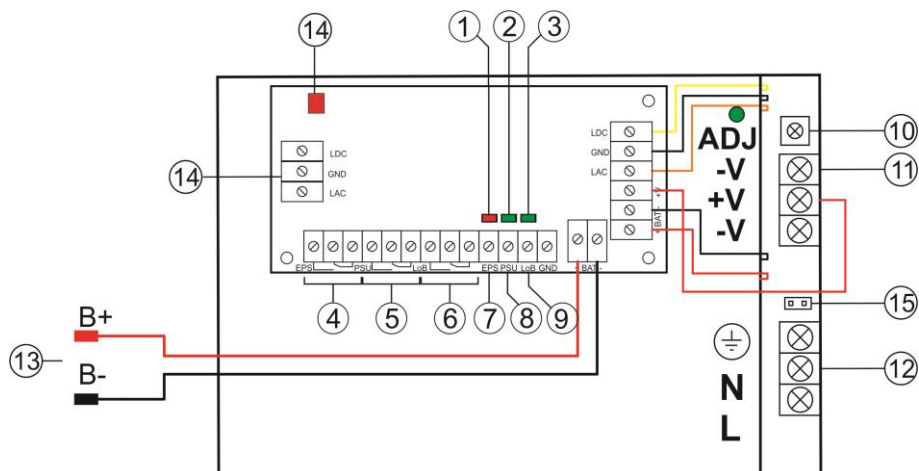

Abb. 2. Ansicht des Netzteils.
Tabelle 1. Elemente des Netzteils (siehe Abbildung 2).
- rote LED (Abbildung 2, Element 1): Bei normalem Zustand (Stromversorgung AC liegt an) leuchtet diese Diode durchgehend. Ein Stromausfall wird durch das Erlöschen der Diode angezeigt.
- grüne LED (Abbildung 2, Element 2): Signalisiert den Zustand der Gleichstromspannung am Hauptausgang des Netzteils. Bei normalem Zustand leuchtet die Diode durchgehend, bei Kurzschluss oder Überlastung des Ausganges erlischt die Diode.
- grüne LED (Abbildung 2, Element 3): Signalisiert das Niveau der Batteriespannung. Bei normalem Zustand ($U_{BAT} > 11,5V$) leuchtet die Diode durchgehend, bei Absenkung der Batteriespannung ($U_{BAT} < 11,5V$) erlischt die Diode.
ACHTUNG! Auf Abbildung 2 stellt das System der Kontakte den spannungslosen Zustand des Relais dar, was dem Zustand der Signalisierung der fehlenden AC-Stromversorgung (Störung des AC-Stromnetzes) entspricht.
ACHTUNG! Auf Abbildung 2 stellt das System der Kontakte den spannungslosen Zustand des Relais dar, was dem Zustand der Signalisierung der fehlenden DC-Spannung (Störung des Netzteils) entspricht.
ACHTUNG! Auf Abbildung 2 stellt das System der Kontakte den spannungslosen Zustand des Relais dar, was dem Zustand der Signalisierung der niedrigen Batteriespannung ($U_{BAT} < 11,5V$) entspricht.